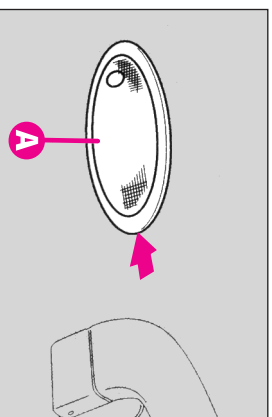

fig.54
-Scoateți unitatea de iluminare (A-fig. 54) apăsând în punctul indicat de săgeată.